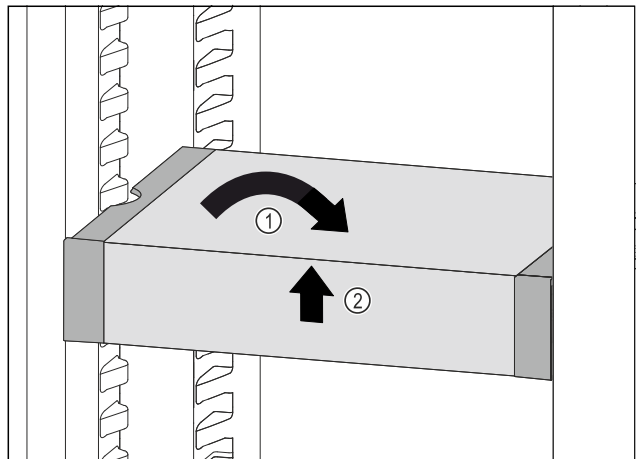

Fig. 88
- ▶ Coloque el VarioSafe en posición recta. Fig. 88 (1)
- ▶ Levante el VarioSafe por delante. Fig. 88 (2)